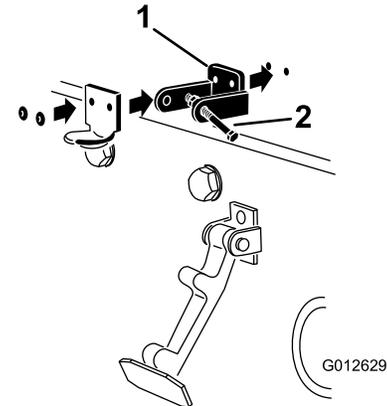

Figure 8
3. Aligned les trous de montage et positionnez le support de verrouillage CE et le support de loquet du capot sur le capot. Le support de verrouillage doit être appuyé contre le capot (Figure 8). Ne retirez pas le boulon et l'écrou du bras du support de verrouillage.
5. Rivez les supports et les rondelles sur le capot (Figure 8).